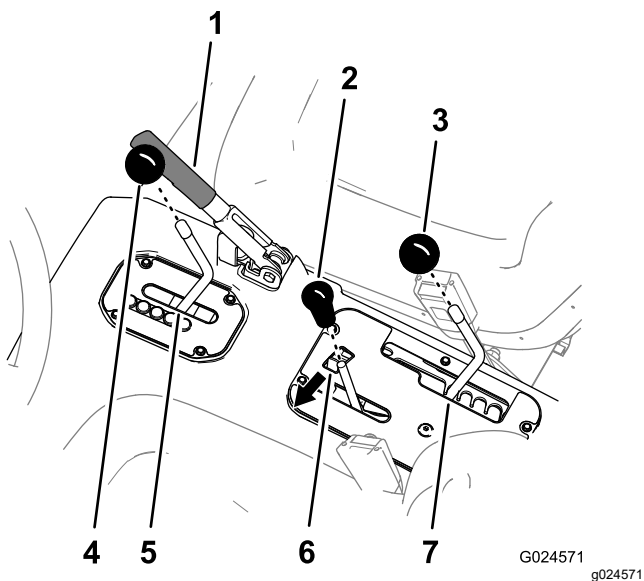

Bild 4
1. Schrauben Sie alle Handräder von den Bedienfeldhebeln und vom Ganghebel ab; drehen Sie sie hierfür nach links (**Bild 4**).